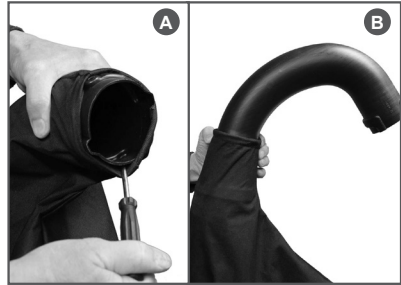

Рис. 6 Установка мешка на разгрузочную трубу
- б) Наденьте мешок на разгрузочную трубу. Для этого нужно расстегнуть молнию мешка, вставить разгрузочную трубу в мешок тонким концом вперед и протаскать трубу через крепёжный элемент мешка (Рис. 6А). Проденьте трубу до конца и плотно зафиксируйте мешок на разгрузочной трубе (Рис. 6В).